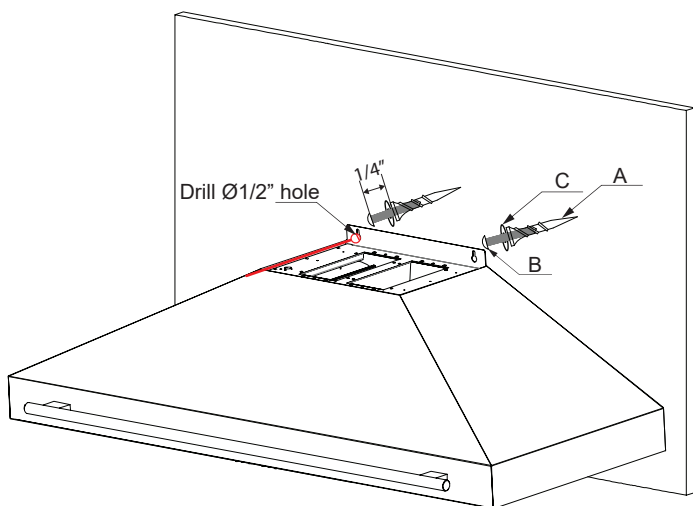

Figure 2.
- Retirez la hotte et percez des trous de 1/2" (0,50") aux points marqués pour y placer les chevilles à expansion en plastique spiralées de $\Phi 0,51"$ (A). Voir la figure 2.
- Insérer les chevilles (A) dans les trous percés jusqu'à ce qu'elles affleurent complètement le mur.
- Placez les rondelles plates (C) sur les trous de montage.
- Enfoncez les vis à tête cylindrique #6-32 $\times$ 1-3/8" (B) dans les ancrages à travers les rondelles.